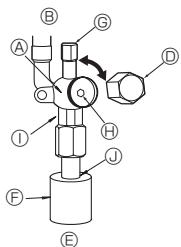

Fig. 4-5
- (1) Côté gaz/liquide de ZM71 (Fig. 4-5)
- ① Retirez le bouchon, et tournez la tige de soupape à fond dans le sens antihoraire avec une clé hexagonale de 4 mm. Arrêtez de tourner quand elle frappe la retenue.